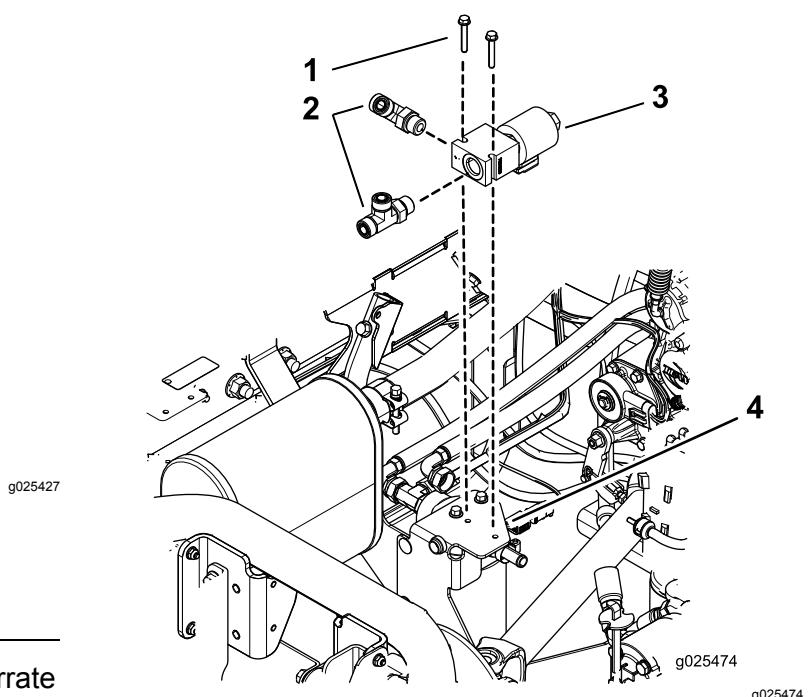

Figura 8
2. Montate il collettore sulla staffa del telaio utilizzando i 2 bulloni a testa esagonale ($\frac{1}{4}$ " x 1-7/8") come illustrato in Figura 8.